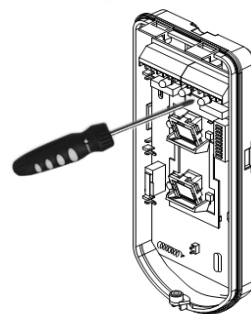

Fig. 8: Scheda elettronica
- b. Utilizzare un cacciavite per svitare la vite di blocco ( Fig. 8).